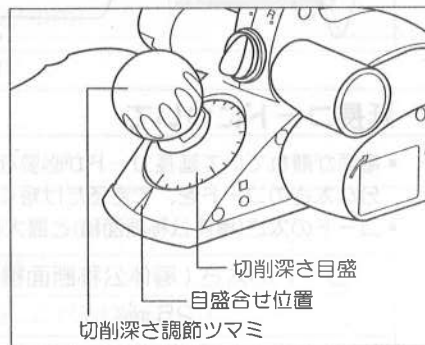

図3
- 切削深さ調節は、切削深さ調節ツマミを回して行います。右に回すと切削は深くなり材料の削りが大きくなります。左に回すと切削は浅くなり材料の削りが小さくなります。(図3参照)
- ④目盛の数字が大きくなると切削は深くなり、小さくなると切削は浅くなります。
- ⑤目盛は目安としてご使用下さい。